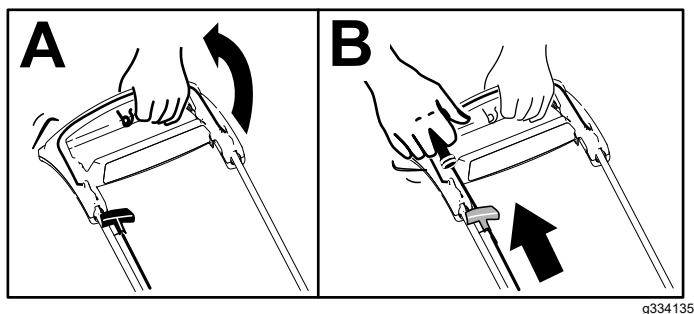

Figure 13
1. Maintenez la barre de commande des lames contre le guidon (A de Figure 13).
2. Tirez légèrement la poignée du lanceur jusqu'à ce que vous sentiez une résistance, puis tirez vigoureusement et laissez le lanceur se rétracter lentement jusqu'au guide-câble sur le guidon (B de Figure 13).